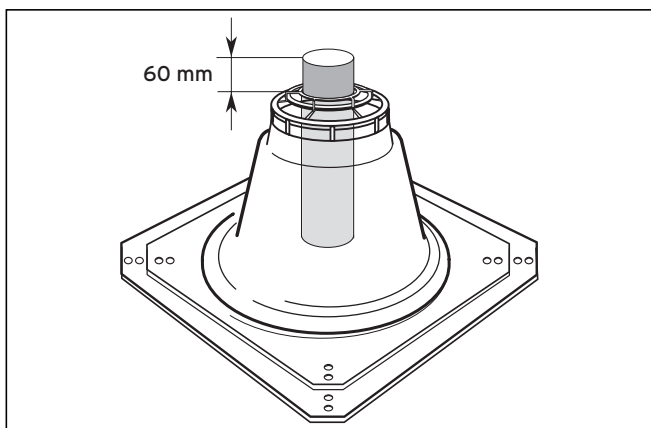

Bild 6.15 Det övre rökgasrörets längd
- Kontroll: Röret måste sticka ut 60 mm över skorstenshuvens fot (se bild 6.15).
- Tryck fast skorstenshuvens (2) kåpa (1) på den övre änden på det stela rökgasröret.